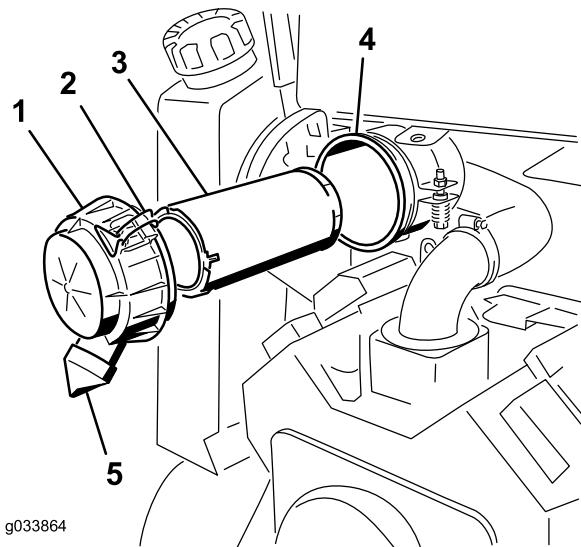

Figura 33
Importante: Effettuate la manutenzione del filtro dell'aria quando la spia diventa rossa (Figura 33). Sostituendo il filtro dell'aria prima del necessario si aumenta il rischio che la mordacia entri nel motore quando si toglie il filtro.
4. Rilasciate i dispositivi di fermo del filtro dell'aria e togliete il coperchio dal corpo del filtro (Figura 33).
1. Estraete con cautela il filtro primario dal corpo del filtro dell'aria (Figura 33). Non urtate il filtro contro il corpo.
3. Infilate con cautela il filtro primario nel corpo del filtro (Figura 33). Verificare che sia inserito a fondo, premendo sul bordo esterno del filtro mentre lo si inserisce.
4. Montate il coperchio del filtro dell'aria con il lato indicato come UP rivolto verso l'alto e fissate i fermi (Figura 33).